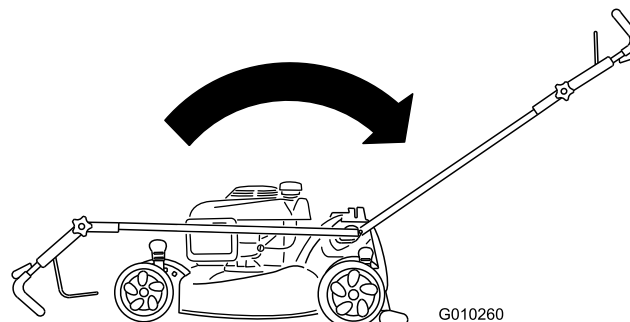

Figure 50
2. Amenez le guidon à la position verticale (Figure 50).